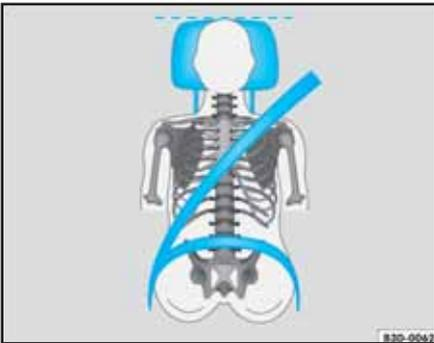
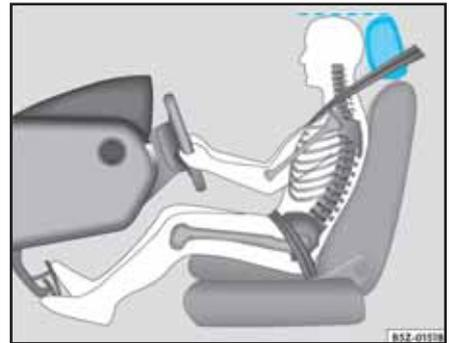

Fig. 84 Vista frontal: apoyos para cabeza correctamente ajustado y la tira del cinturón correctamente colocada
Fig. 85 Vista lateral: apoyos para cabeza correctamente ajustado y la tira del cinturón correctamente colocada
- Ajuste los apoyos para cabeza, de forma que la parte superior del apoyo quede en el mismo nivel o lo más próximo posible de la parte más alta de su cabeza ⇒ fig. 84 y ⇒ fig. 85.